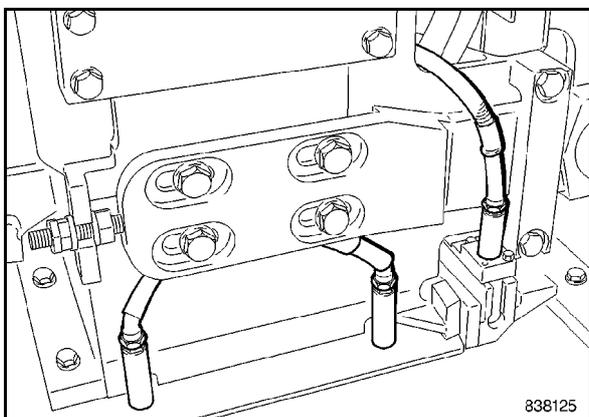

Fig. 227
- Estrarre lateralmente l'elemento riscaldante (Fig. 227).